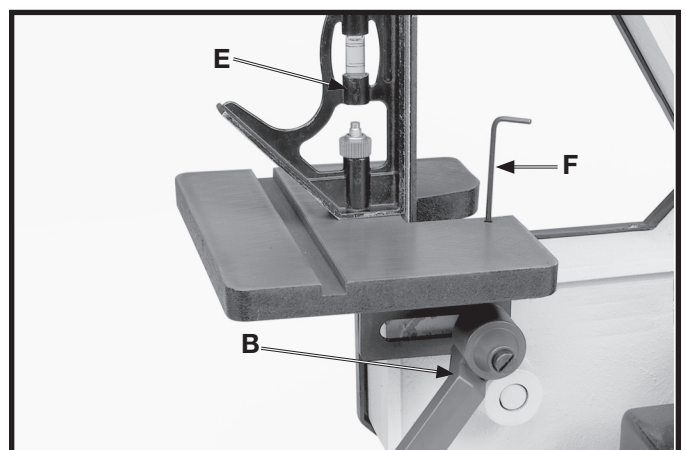

Fig. 26
Pour la plupart des travaux de ponçage, la table est réglée à un angle de 90 degrés par rapport à la bande abrasive. Une butée fixe est fournie pour un positionnement rapide de la table à 90 degrés de la bande abrasive. Desserrer le levier de verrouillage de la table (B) fig. 26, et incliner la table vers l'arrière aussi loin que possible. À l'aide d'une équerre combinée (E), placer un côté de celle-ci sur la table et l'autre côté contre la bande abrasive comme illustré, et vérifier si la table est bien perpendiculaire à la courroie. Sinon, tourner la vis de réglage à l'aide de la clé (F). La vis de réglage devrait toucher le cadre lorsque la table est perpendiculaire à la courroie.